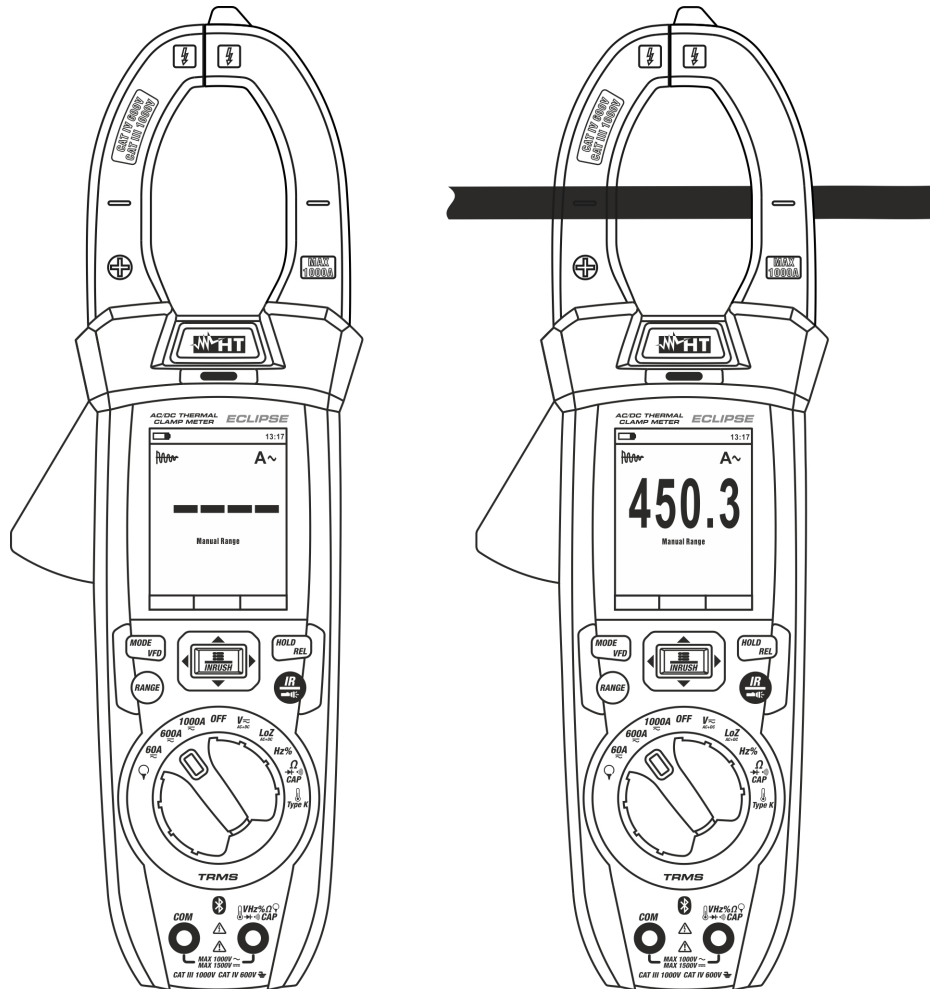

Abb. 33: Verwendung des Gerätes für AC TRMS Anlasströme (INRUSH)
3. Drücken Sie die **INRUSH** Taste (>2s), um aktivieren die Funktion "INRUSH". Die Symbole "A \sim " und "- - -" werden im Display angezeigt (siehe Abb. 33 – linke Seite)